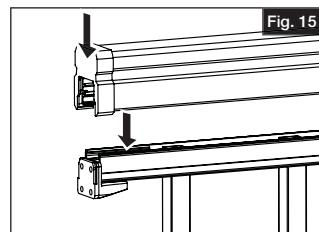

Fig. 15
- a. Installer les embouts des supports de main courante sur chaque extrémité du couvre-joint de main courante qui a été coupé précédemment. Mettre la main courante sur le haut du panneau. Bien appuyer sur le couvre-joint afin de s'assurer qu'il est fermement installé sur la section de rampe et que les embouts de support de la main courante sont tenus en place par le support intermédiaire (Fig. 15).